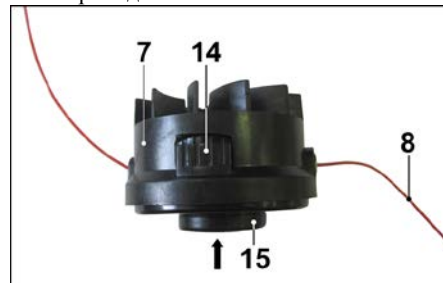

Рисунок 6.
- 7.2.7. Во время работы триммерная леска (8) изнашивается (расходуется). Во время работы слегка ударьте головкой шпульки (15) триммерной катушки (7) по земле (Рисунок 6). Длина лески увеличится. При необходимости операцию повторите. Излишняя леска будет срезана ножом (10) установленным на защитном кожухе (6).